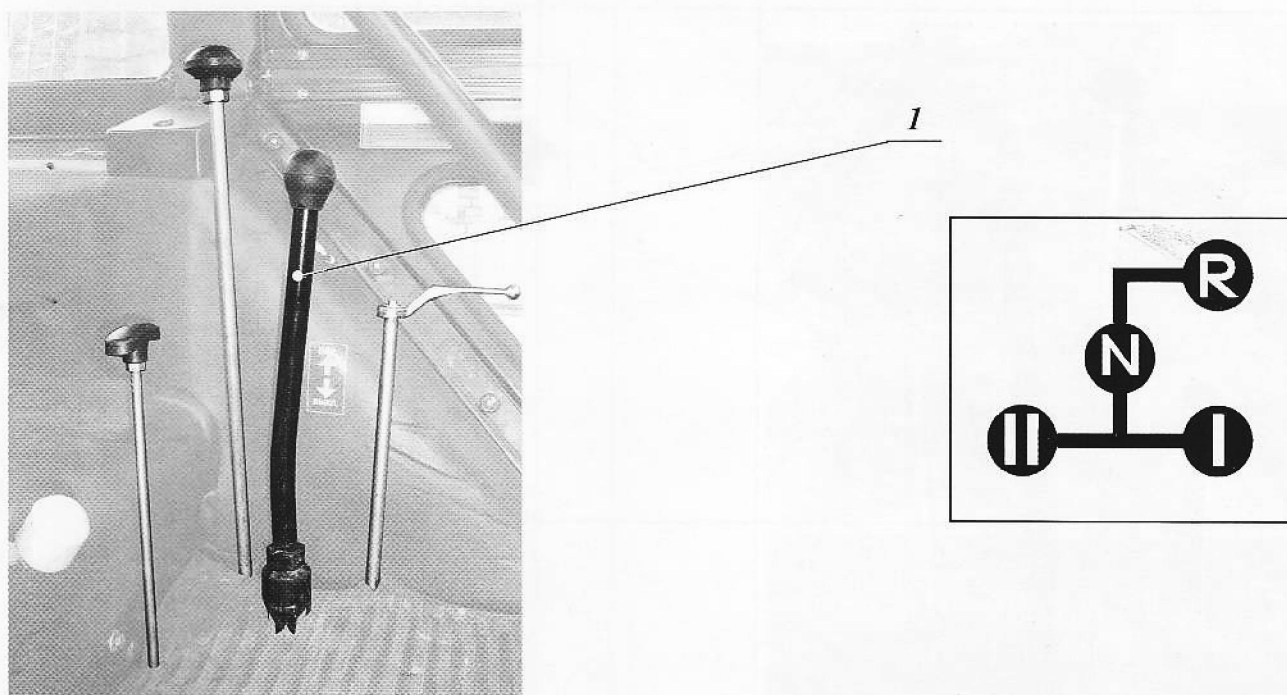

Рис. 10
2.5.2 Расположение рычага и схема переключения передач редуктора привода рабочего органа показаны на (Рис.10).